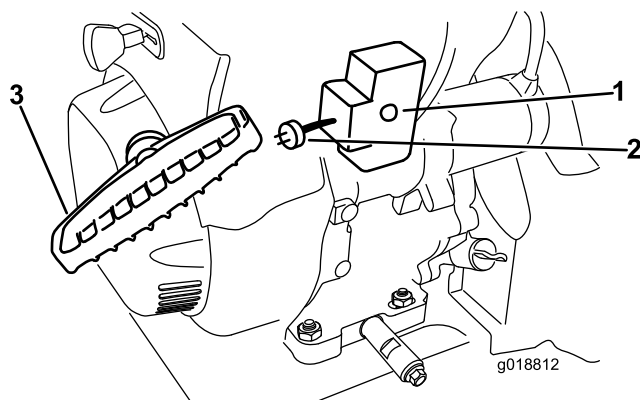

Рисунок 29
7. Запустите машину, потянув за ручку механического стартера или нажав на кнопку электрического стартера (Рисунок 29).